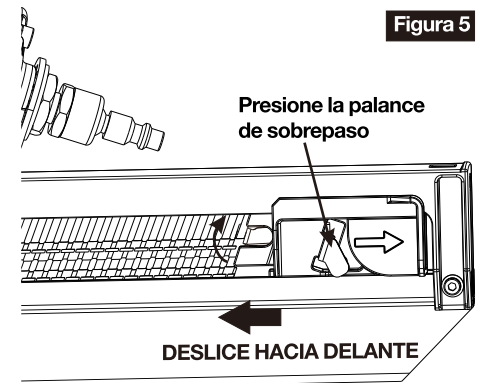

Figura 5
2. Tire hacia atrás del disparador, presionando la palanca de sobrepaso para permitir que éste se desacople de los clavos y dejar que regrese a la punta de la herramienta. (Ver figura 5)